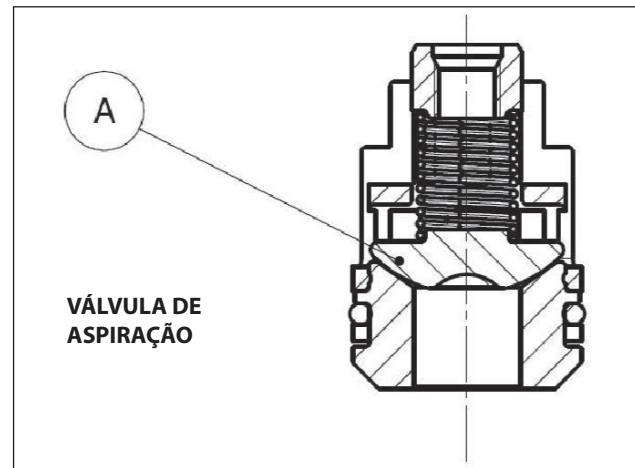
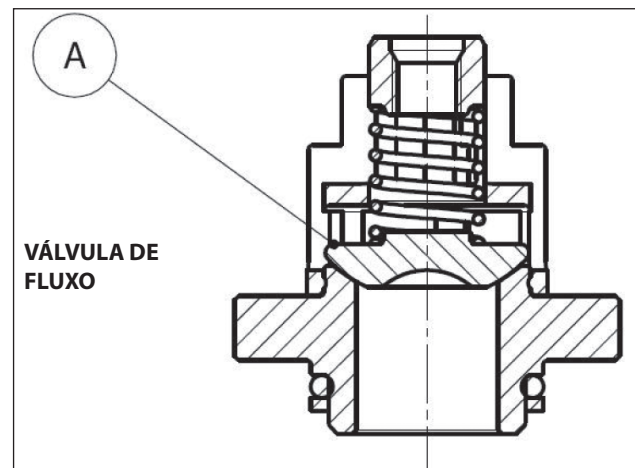

Fig. 26
Fig. 27
2. Para versão HF18 – WK355, no entanto, preste atenção para não inverter também as válvulas esféricas de aspiração com aquelas de fluxo "A" (Fig. 26, Fig. 27), pos. de explosão 46, conforme indicado no capítulo 16 do **Manual de uso e manutenção**.